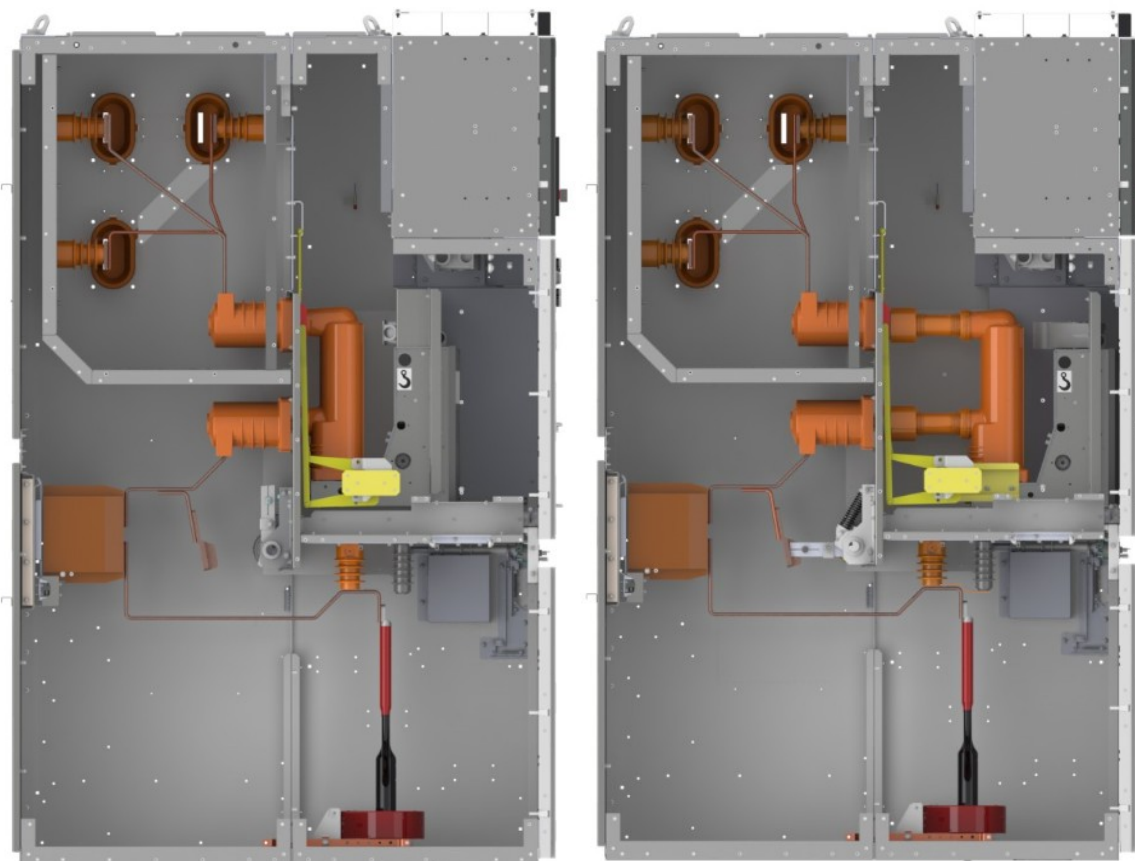

Рис. 6. Положения выкатных элементов на примере силового выключателя (слева – рабочее, справа – контрольное)
- рабочее (рис. 6, слева, шторочный механизм открыт, контакты главной цепи КРУ и выкатного элемента соединены, заход ламельных контактов в неподвижные контакты не менее 15 мм);
- контрольное (рис. 6, справа, шторочный механизм закрыт, контакты главной цепи КРУ и выкатного элемента разъединены).